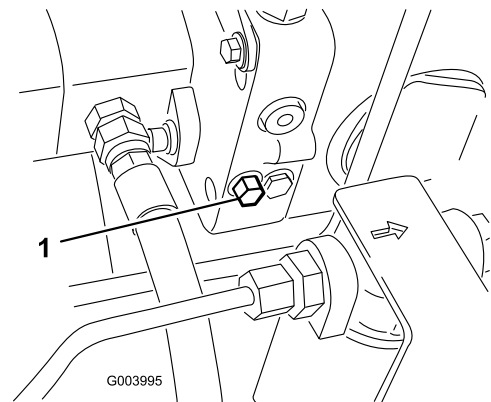

図 43
1. バイパス・バルブはヒドロスタットの左側にある（図 43）。バイパス・バルブを右または左1～1.5回転させると内部でバイパスが形成される。これにより、トランスミッションを破損することなく、機械を押して低速で移動できるようになる。